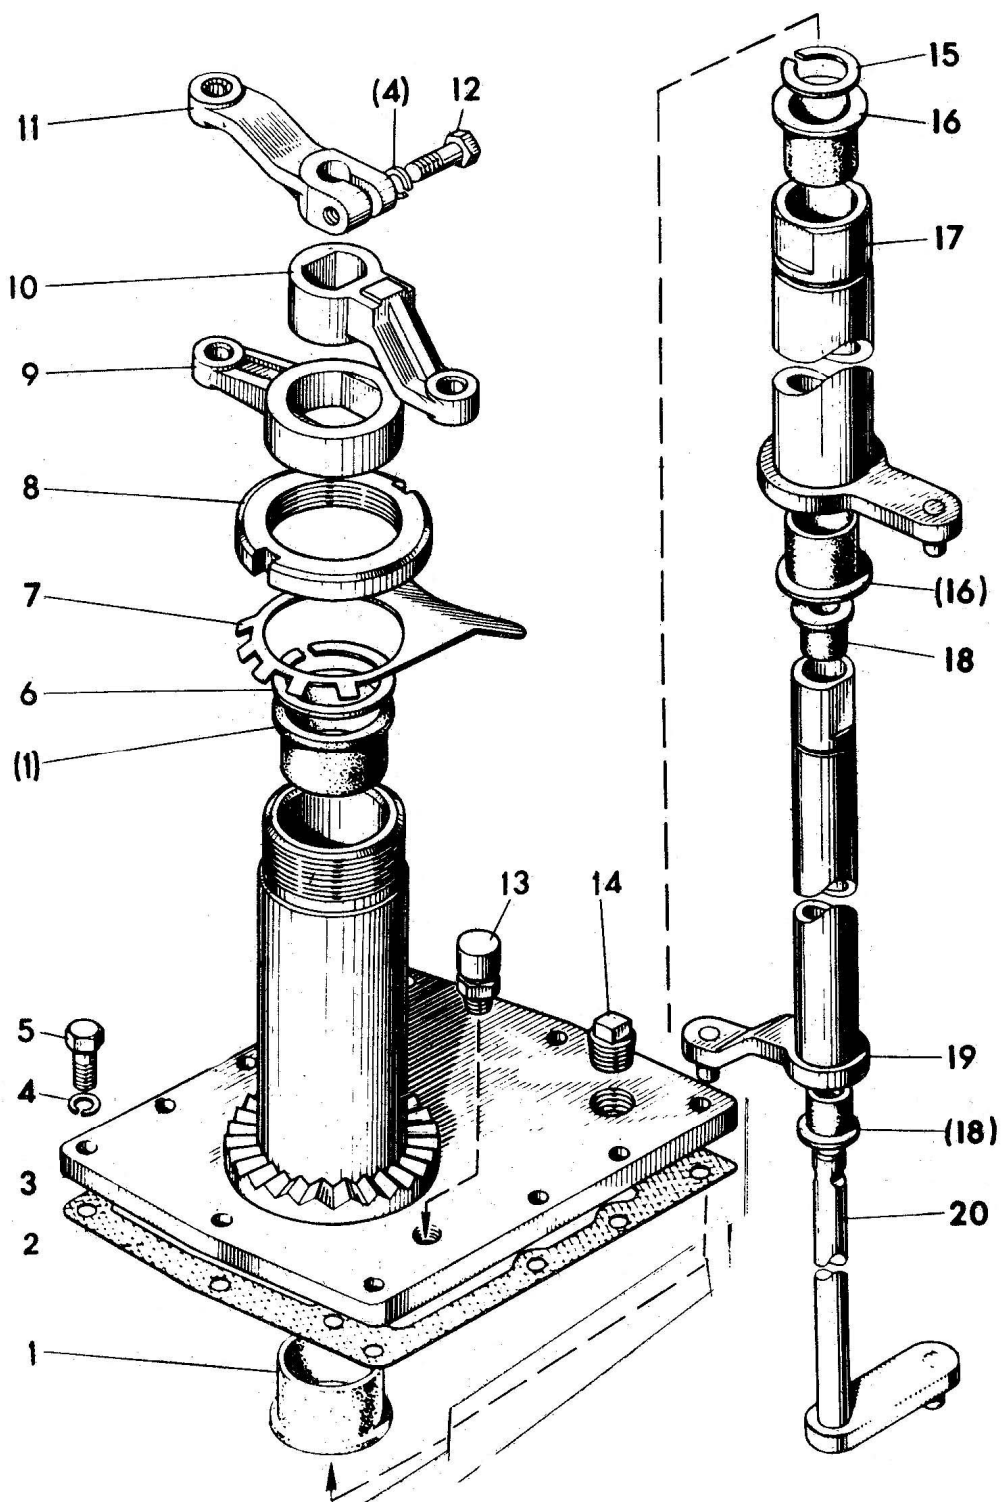

Рисунок 5 – Механизм переключения коробки передач
**05-1702. Механизм переключения передач (рисунок 5)**